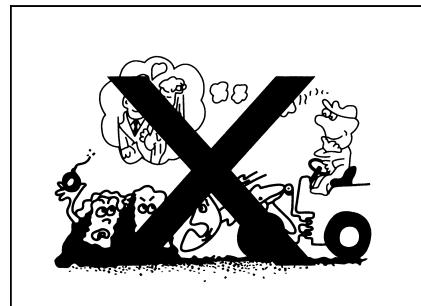

Рис.1-38
- Надо регулировать состояние здоровья, запрещается управлять погрузчиком, когда вам не здоровится, хочется спать из-за лекарства или вы пили водку. В таком случае управления ваша ошибка принесет вам и другим лицам вред (рис. 1-38).